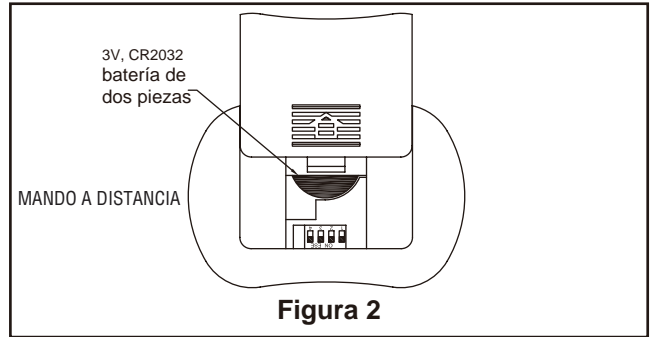

Figura 2
2. Afloje los dos tornillos de fijación del soporte del barral. Introduzca los cables de color negro, azul y blanco a través de la varilla. (Figura 2)
1. Fije bien la abrazadera para colgar a la caja de salida con los tornillos y las arandelas provistas con la caja de salida. (Figura. 2)
1. Para configurar el código del transmisor, extraiga la carcasa de la batería presionando firmemente debajo de la flecha y deslice la carcasa hasta extraerla. Mueva los interruptores de código hasta colocar el código de selección en la posición arriba o abajo. Los ajustes de fábricas vienen con todos los interruptores hacia arriba. No utilice esta posición. Con un destornillador pequeño o con una lapicera deslice firmemente hacia arriba o hacia abajo. (Figura 2)
2. Coloque y ajuste firmemente la cubierta para el tornillo de la base sobre los tornillos de reborde de la abrazadera para colgar mediante el mecanismo de seguro por giro del chavetero. (Figura. 2)
2. Fije los soportes de aspas al soporte del motor mediante los tornillos de 1/4-20 x 14 mm a través de los orificios ubicados al costado del soporte del motor. (Figura 2)
- 2. Para que funcione el ventilador, instale dos pilas de 3 voltios en el transmisor del mando a distancia. (si no se va a utilizar por largos períodos de tiempo, retire la batería para evitar daños al control remoto de mano.) Guarde el transmisor lejos del exceso de calor o humedad. (Figura 2)